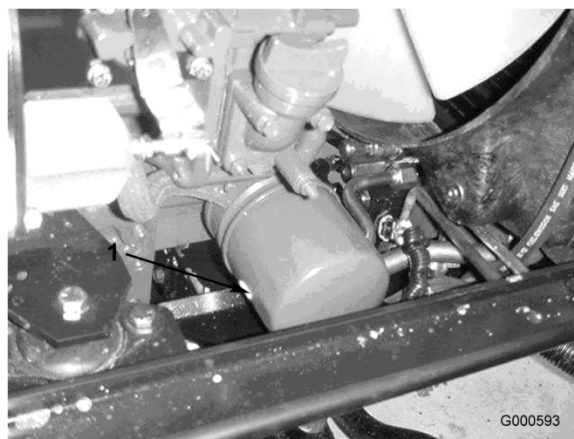

Figura 33
2. Retire el filtro de aceite (Figura 33). Aplique una capa ligera de aceite limpio al filtro nuevo antes de enroscarlo. No apriete demasiado.